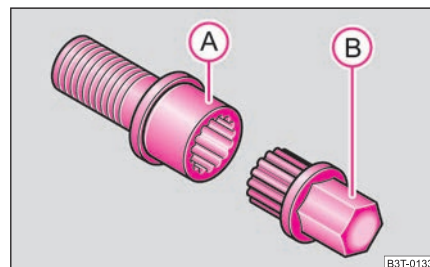

Fig. 206 Tornillo de seguridad para ruedas con adaptador
- Introducir el adaptador (B) con su lado dentado hasta el tope de tal modo en el dentado interior del tornillo de seguridad para ruedas (A), que ya sólo sobresalga el hexágono exterior ⇒ fig. 206. ►